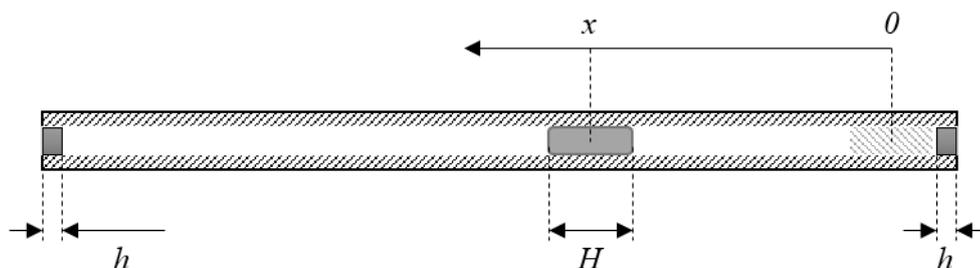

Рис. 1. Схема установки
Внутри алюминиевой трубки (плотность алюминия  $\rho = 2,70 \frac{\text{г}}{\text{см}^3}$ ) находится груз известной массы  $m = 7,65$  г, длиной  $H = 16,0$  мм. Груз может перемещаться внутри трубки. Трубка заткнута с двух сторон одинаковыми пробками, массой которых можно пренебречь по сравнению с массой трубки. Толщина пробок составляет  $h = 7,0$  мм (см. рисунок 1)
2. Поместите груз в один из концов трубки и резким движением переведите трубку в вертикальное состояние так, чтобы груз оказался у верхнего конца трубки. Груз начнет падать внутри трубки. Для разных времен  $t$  падения груза определите соответствующие им координаты тела  $x$  (см. рис. 1). Измерьте зависимость  $x(t)$ .